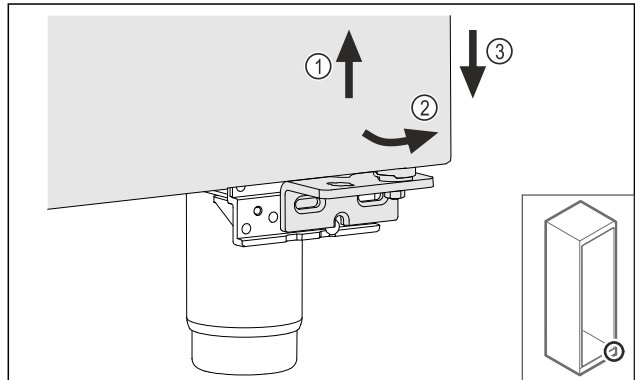

Fig. 16
- Soulever légèrement la porte Fig. 16 (1), la faire basculer vers l'avant Fig. 16 (2) et l'abaisser Fig. 16 (3).